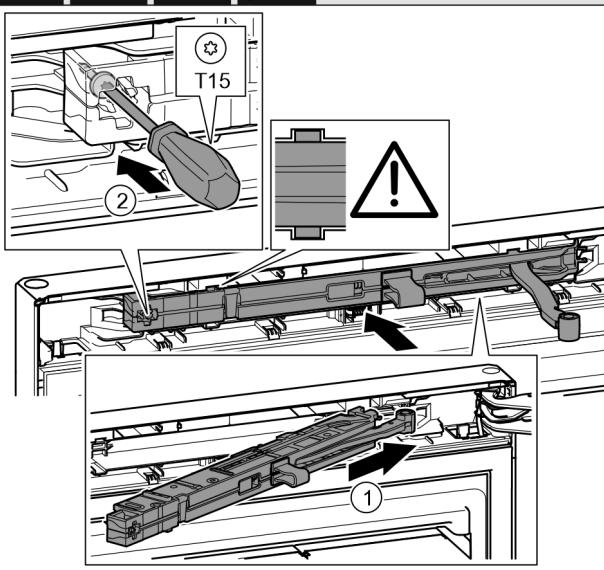

Fig. 22
- Schließdämpfereinheit Fig. 22 (1) auf der Lagerbockseite bis zum Anschlag schräg in die Aussparung einschieben.
- Schraube Fig. 22 (2) mit einem Schraubendreher festschrauben.